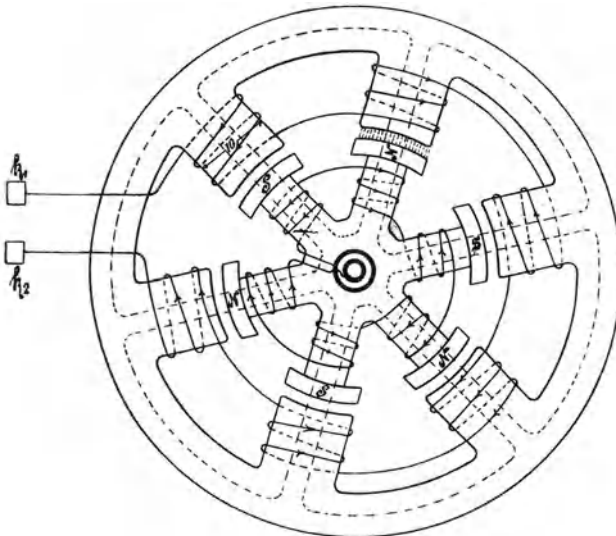

Abb. 77.
229. Eine 6-polige Wechselstrommaschine macht 1200 [1000] (800) Umdrehungen in der Minute; jede der sechs hintereinander geschalteten Spulen besitzt 12 [15] (60) Windungen und die Kraftliniendichte im Luftzwischenraum ist $\mathfrak{B}_g = 6000$ [5000] (7000). Der Querschnitt des Luftzwischenraumes ist angenähert ein Rechteck von 10 [12] (20) cm Länge und 15 [20] (25) cm Breite (Abb. 77). Gesucht wird:
Ferner ist $\xi = 12$, $f = 60$, $2p = 6$ und für eine Maschine nach Abb. 77 $f_w = 1$ also